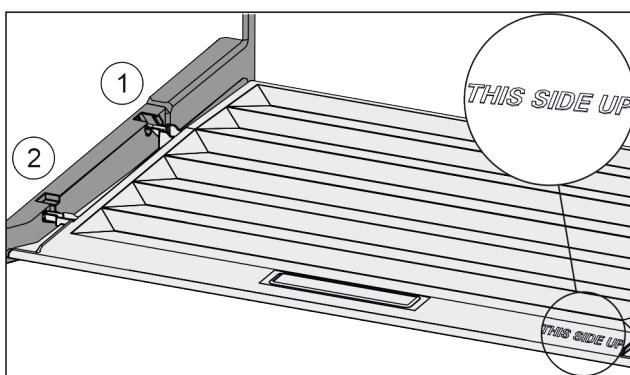

Fig. 136
- Výstupky veka zavedťte cez otvor zadného držiaka Fig. 136 (1) a zaistite vpred v držiaku Fig. 136 (2).